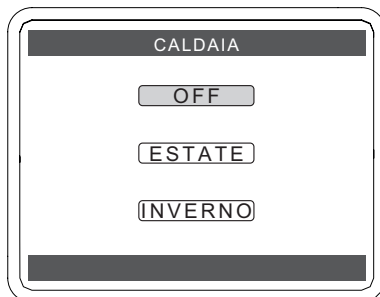

Figura 2.21
- Premere il tasto (∨) o (∧) per selezionare il campo desiderato Figura 2.21: